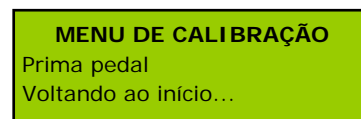

Figura 17
- Execução de uma rotação de 360° em retrocesso para voltar à posição de zero graus. Nesta fase pode visualizar a informação que se mostra na Figura 17.